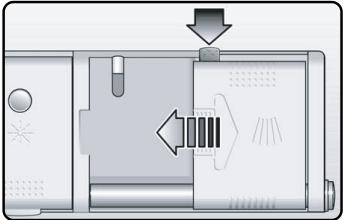

Figure 22/Illus. 22
1. If the detergent dispenser cover is closed, open it by pressing the blue release tab **into the dispenser as shown** in Figure 22. The cover will slide open to the left. **Note: Pushing down on the release tab will not open the cover.**
1. Si le couvercle est fermé, l'ouvrir en pressant la languette de dégagement **dans le distributeur** comme à la figure 22. Le couvercle s'ouvre vers la gauche.
1. Si la cubierta del surtidor de detergente está cerrada, ábrala por medio de oprimir la lengüeta de desenganche azul **hacia adentro del surtidor** tal como muestra la Ilustración 22. La cubierta se desliza hacia la izquierda. **Nota: La cubierta no se abre cuando se oprime la lengüeta de desenganche.**